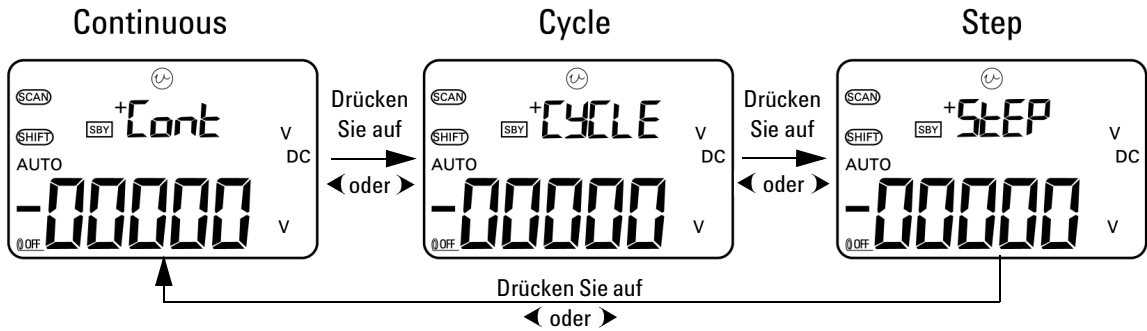

Abbildung 2-1 Auswählen des Autoscan-Ausgabemodus
- 4 Wenn Sie die erforderliche Funktion **SCAN** gewählt haben, drücken Sie auf **◀** oder **▶**, um einen der drei Modi auszuwählen: Continuous, Cycle oder Step. Auf der Sekundäranzeige wird entsprechend **Cont**, **CyCLE** oder **StEP** angegeben (Abbildung 2-1 auf Seite 34).